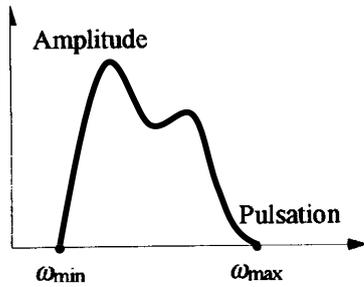

Fig. 1 : spectre continu
- 5 - Donner l'allure du spectre de  $s(t)$  dans le cas où l'information à transmettre  $e(t)$  n'est plus une sinusoïde pure mais possède un spectre fréquentiel continu, analogue à celui de la figure 1.